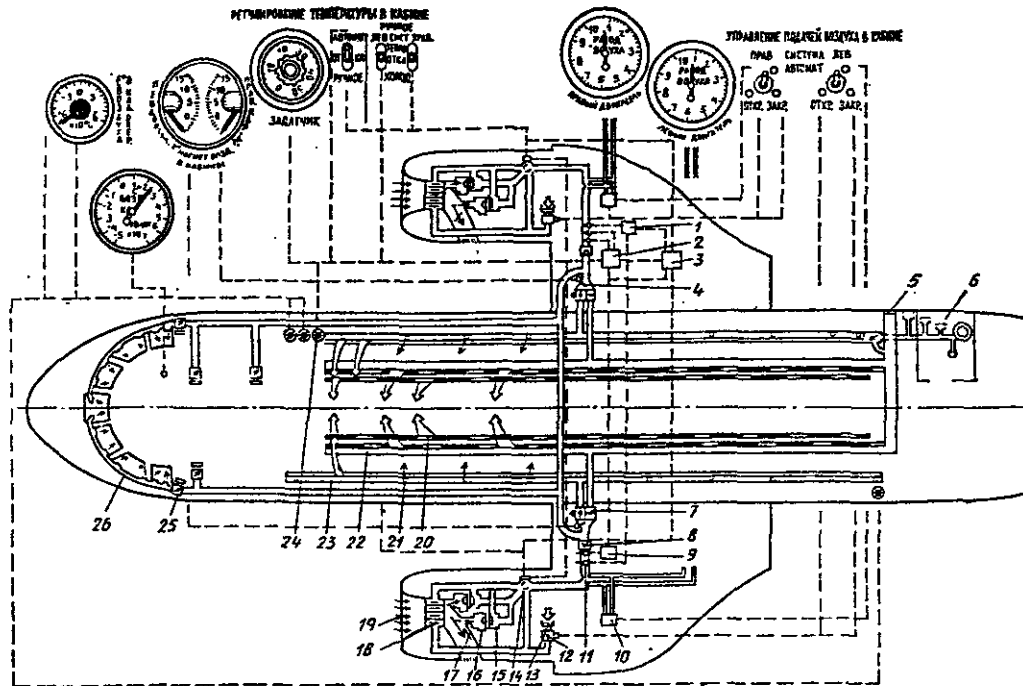

Рис. 17. Принципиальная схема СКВ самолета Ан-24 с автоматическим управлением:
4. Проверьте работу смесительных кранов 24-7603-900 СКВ (Рис. 17а, 17г поз. 30):
5. Проверьте работу кранов 24-7603-300 включения турбохолодильников (Рис. 17б, 17в поз. 4, 17г поз.29):
<p>7. Проверьте работу запорных кранов 24-7603-950 (Рис. 17и) ПОС:</p>
11. Проверьте работу кранов 24-7604-600 включения обогрева стекла фонаря (Рис. 17з).